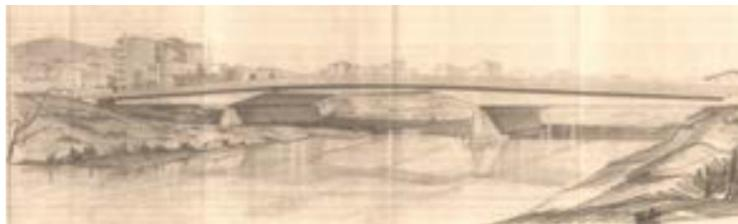
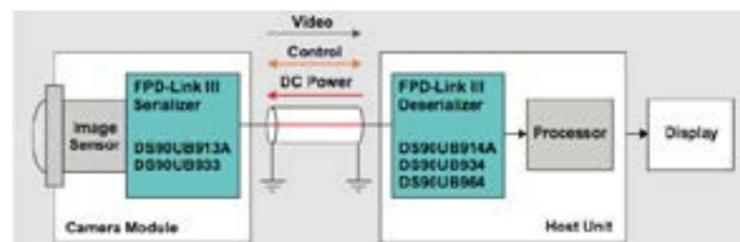
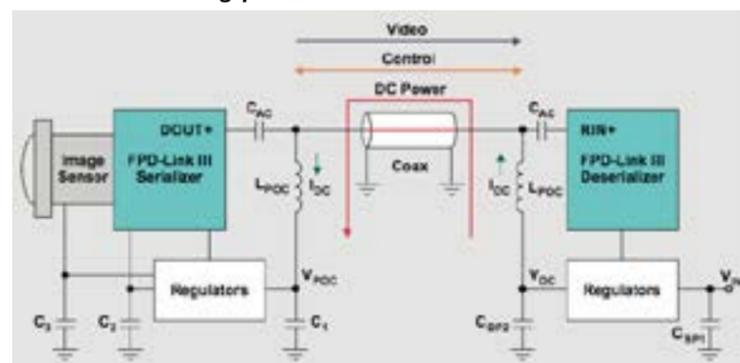

Figura 1 - Vista Prospettica. Tavola n.3 - Progetto Esecutivo
Figura 2. Sottosistema telecamera remota con moduli SerDes FPD-Link III megapixel
Figura 3. Metodo di condivisione del segnale e dell'alimentazione CC su un unico cavo
La visione perimetrale in tempo reale è diventata una necessità per le automobili moderne con i sistemi avanzati di assistenza alla guida (ADAS, Advanced Driver-Assistance Systems), soprattutto quando si tratta di sicurezza e funzionalità avanzate di assistenza alla guida, nonché per i veicoli a guida autonoma. I moduli telecamera posizionati in punti strategici offrono la migliore visuale perimetrale dall'esterno del veicolo (Figura 1). In genere, questi punti non hanno accesso diretto all'alimentazione. Pertanto, la capacità di fornire alimentazione a distanza alle telecamere per uso automobilistico è diventata una qualità richiesta. La Figura 2 mostra uno schema semplificato di un'auto con diversi moduli telecamera e sottosistemi di elaborazione video che implementano i chipset FPD-Link III, serializzatori e deserializzatori megapixel. I moduli SerDes sono collegati con un cavo che trasporta il segnale video serializzato ad alta velocità, il segnale di controllo bidirezionale a bassa velocità e l'alimentazione in corrente continua (CC) per il modulo telecamera. Un cavo coassiale schermato con meno rame e più leggero è usato comunemente poiché può aiutare a migliorare il risparmio di carburante del veicolo. La Figura 3 mostra un'implementazione dettagliata del modulo telecamera remoto. Un induttore, L_{POC} , viene utilizzato a ciascuna estremità del cavo per fornire corrente continua. Alle alte frequenze, l'induttore presenta un'impedenza elevata che blocca il segnale video ad alta velocità in CA e i segnali di controllo a bassa velocità. I condensatori di accoppiamento, C_{AC} , bloccano la tensione di alimentazione in CC in modo che solo i segnali in CA possano comunicare tra il serializzatore e il deserializzatore.